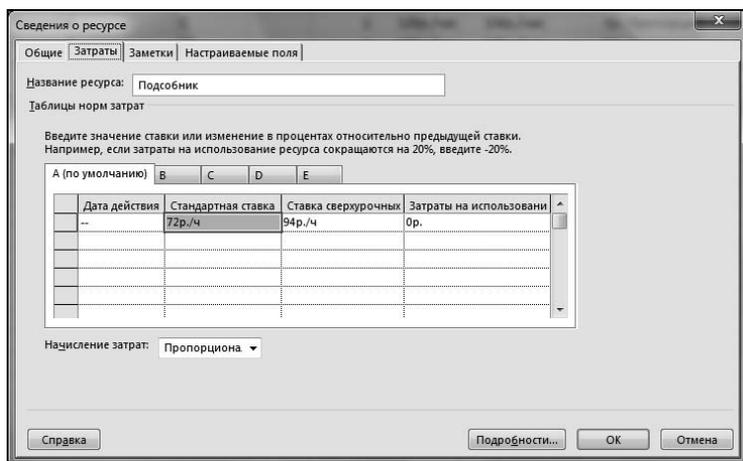

Рис. 5.24. Окно **Сведения о ресурсе**, вкладка **Затраты** формирования таблиц тарифных ставок
3. Нажать комбинацию клавиш <Shift>+<F2>. Выбрать в этом окне вкладку **Затраты**. Диалоговое окно, которое открывается при этом, показано на рис. 5.24.
4. В группе **Таблицы норм затрат** выбрать таблицу тарифных ставок. По умолчанию выводятся показатели, связанные с таблицей тарифных ставок **A**, показанные на вкладке **A (по умолчанию)**, но это окно позволяет переключаться между таблицами **B**, **C**, **D** или **E**, для каждой из которых можно задать значения полей **Дата действия**, **Стандартная ставка**, **Ставка сверхурочных** и **Затраты на использование** для выбранного в п. 2 данного алгоритма ресурса. Выбрать в показанном на рис. 5.24 окне вкладку **B**.